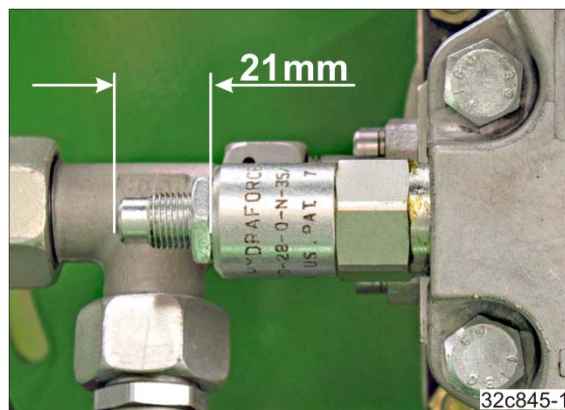

Рис. 142
2. Установите редукционный клапан на заводское значение «21 мм» (Рис. 142).